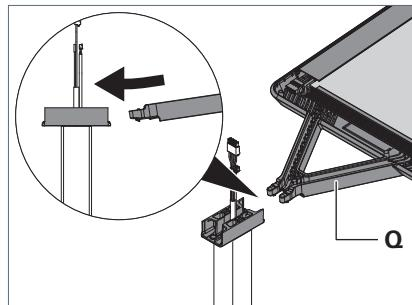

Fig. 6: Monter la tête 1 du luminaire.
- ▶ Faites basculer légèrement le bras **Q** de la tête du luminaire vers le bas jusqu'à la butée dans l'adaptateur, voir Fig. 6.